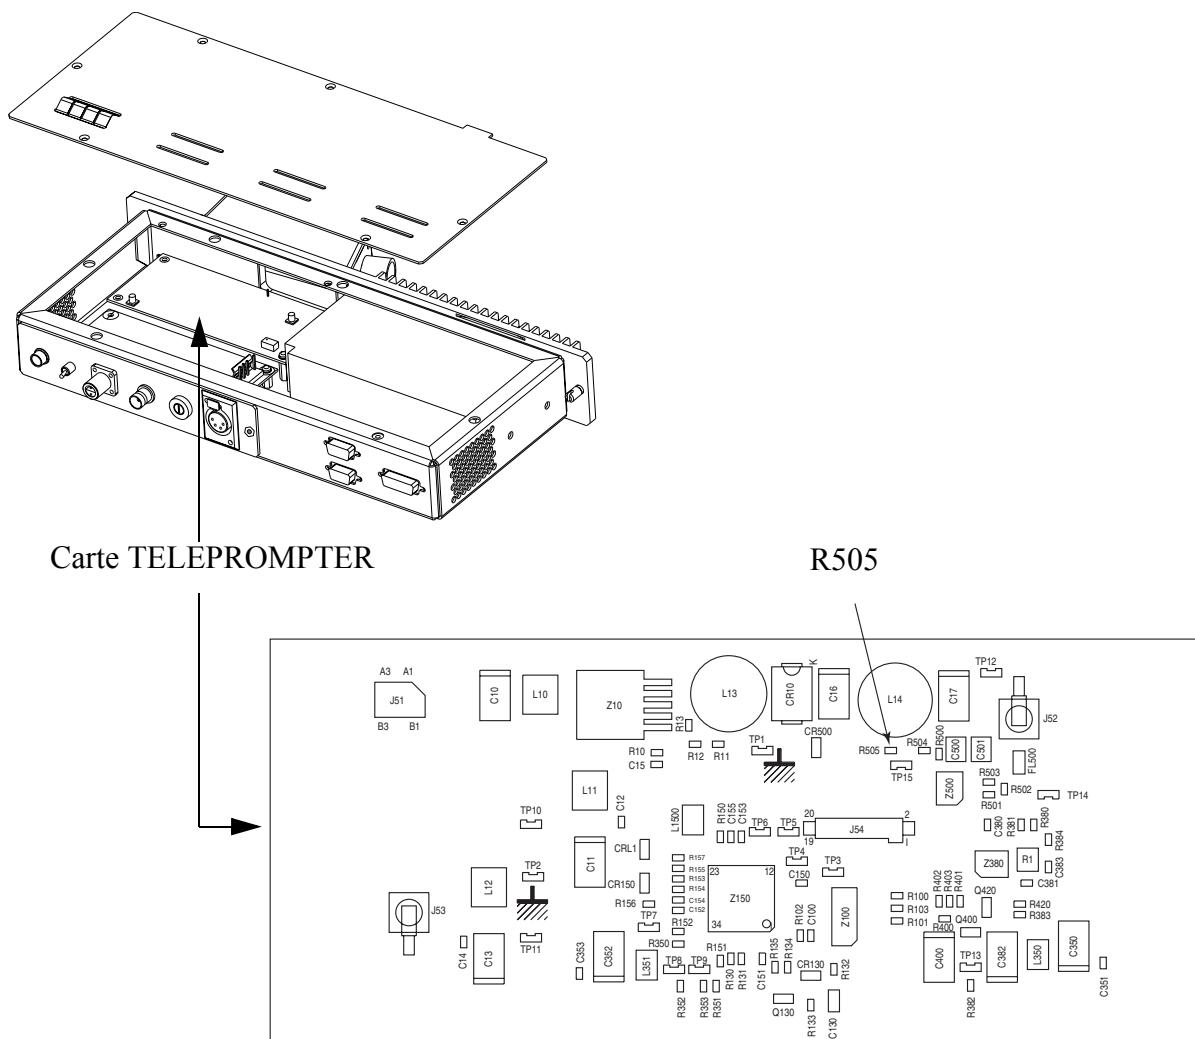

Figure 2.12: Accès à la résistance R505
- Déssouder la résistance R505 (0Ω) sur la carte TELEPROMPTER (se référer à la Figure 2.12:Accès à la résistance R505, page 51).